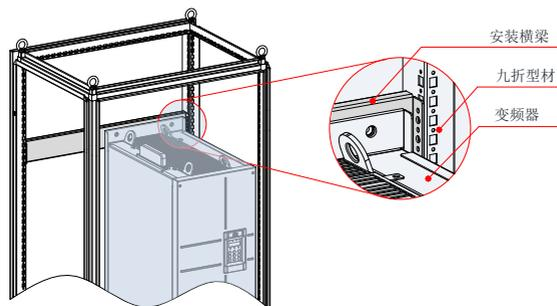

图 3-16 MD500T200G(-L) ~ MD500T450G(-L) 机柜 3D 示意图
2、MD500T200G(-L)~MD500T450G(-L)装入九折型材 600mm 深机柜时，安装横梁必须向内弯折（如图 3-16 所示），借用立柱的空间（在装 800mm 深或以上标准机柜时，无此限制）。